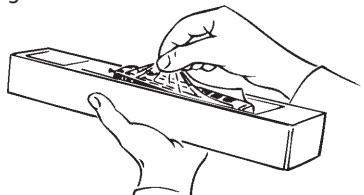

Fig. 2
**Fittings:** Operation is possible with different couplings (fig. 2). We recommend using the ROCO close coupling. In the enclosed accessory bag you will find small kits to be fitted on your locomotive. Please **mount them cautiously**.
**Attention!** Use glue only if indicated (fig. 2).
**Les attelages:** En vue d'une exploitation pratique sur votre réseau vous pouvez choisir parmi plusieurs types d'attelages conformes aux différents systèmes d'attelage pratiqués en H0 (voir fig. 2). Nous vous recommandons l'emploi de l'**attelage court ROCO**.
Le sachet joint comprend entre autres des petites pièces de finition conformes à la réalité et à **rapporter avec précaution** par le modéliste (fig. 2), si désiré. **Attention:** N'utilisez de la colle qu'aux endroits expressément indiqués aux dessins!